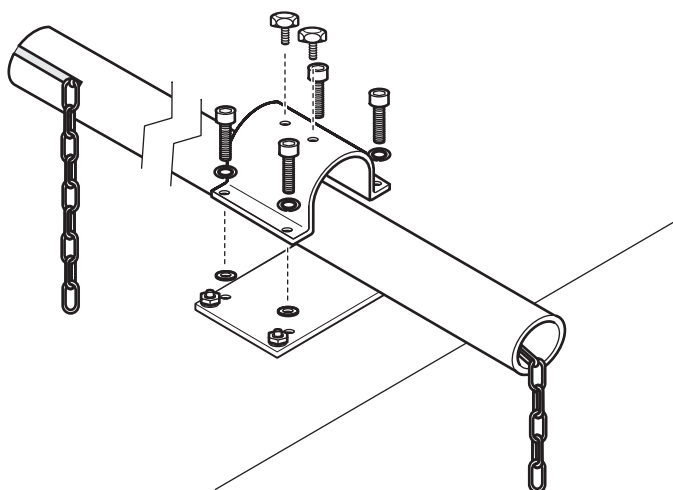

Figura 4 Instalación sobre el suelo
6. Monte el brazo y la ménsula del brazo en la placa de montaje y asegure el brazo utilizando los dos pernos del equipo de piezas pequeñas (Figura 4 en la página 6).